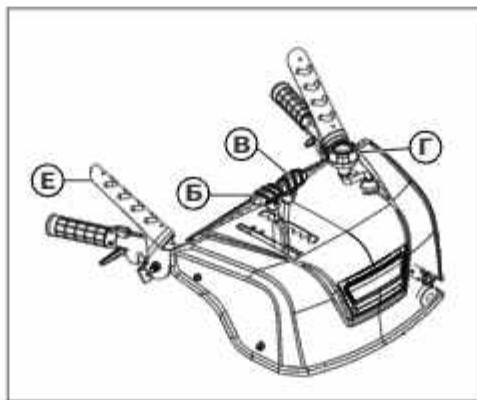

Рис. 23
1. Повернуть рукоятку вращения желоба (рис.23, поз. Г), чтобы установить направление выброса снега.
2. С помощью рычага управления дефлектором (рис.23, поз. В) передвиньте дефлектор вверх или вниз. Чтобы снег отбрасывался дальше, поднимите дефлектор.
3. Используйте рычаг переключения скоростей (рис.23, поз. Б), чтобы выбрать переднюю или заднюю скорость. При очистке от влажного тяжелого снега включайте более низкие скорости. При очистке от легкого снега используйте более высокие скорости.
**Примечание:** Перед переключением скоростей обязательно отпустите рычаг сцепления (рис.23, поз. Е).